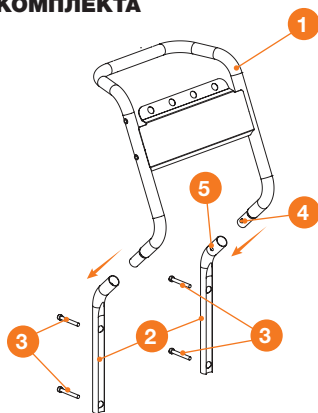

Рис. 3
- Присоедините нижние рукоятки **2** к отверстиям на корпусе мойки и закрепите крепежными элементами **3** (Рис. 3).